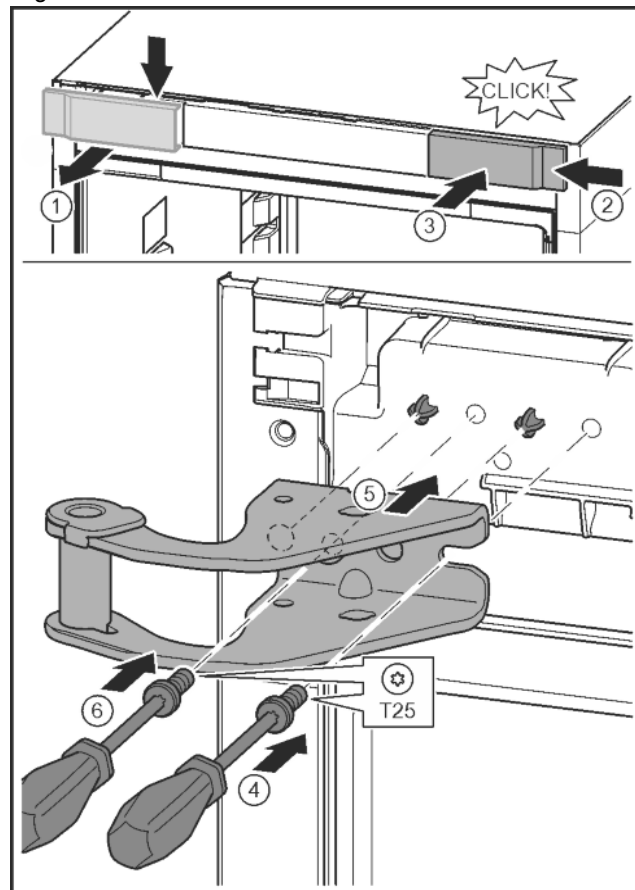

Fig. 13
- ▶ Abdeckung lösen und seitlich abnehmen. *Fig. 13 (1)*
- ▶ Abdeckung um 180° gedreht auf der anderen Seite von rechts einhängen. *Fig. 13 (2)*
- ▶ Abdeckung einrasten. *Fig. 13 (3)*
- ▶ Schraube mit Schraubendreher T25 ansetzen. *Fig. 13 (4)*
- ▶ Oberen Lagerbock ansetzen. *Fig. 13 (5)*
- ▶ Schraube festdrehen. *Fig. 13 (4)*
- ▶ Schraube mit Schraubendreher T25 einsetzen und festdrehen. *Fig. 13 (6)*